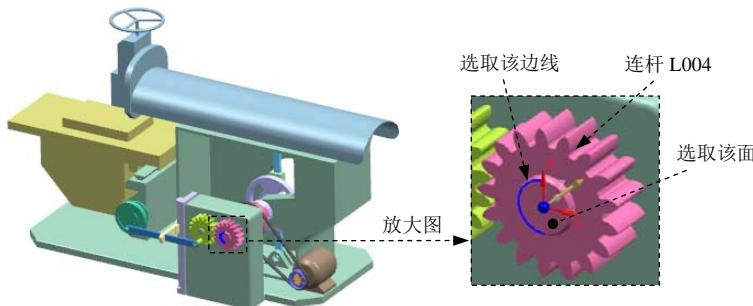

图 10.9.11 定义旋转副（二）
(1) 选择连杆。选取图 10.9.11 所示的连杆 L004。
(2) 定义原点及矢量。在“运动副”对话框的 **指定原点** 下拉列表中选取“圆弧中心”  选项，在模型中选取图 10.9.11 所示的圆弧为定位原点参照；选取图 10.9.11 所示的面作为矢量参考面，调整方向指向内侧。
(3) 单击 **应用** 按钮，完成第二个运动副的添加。